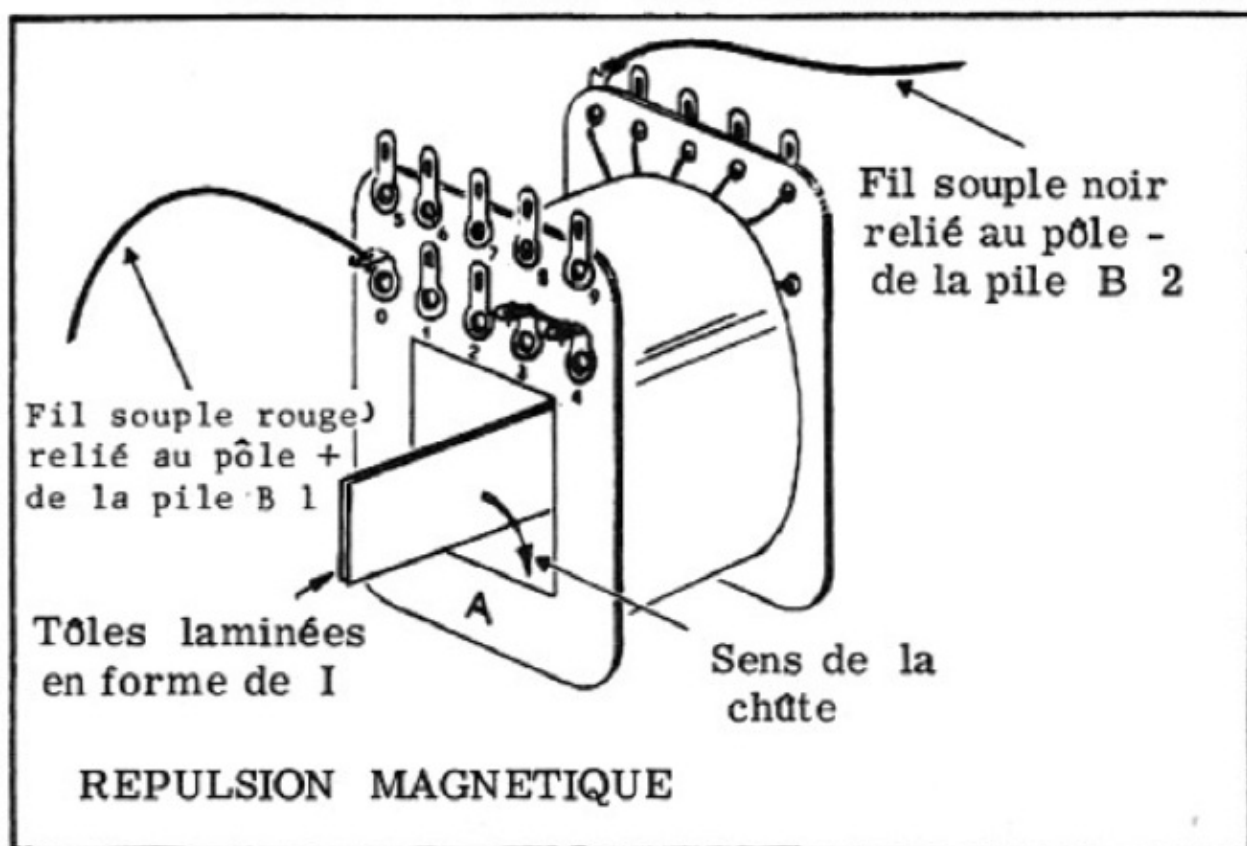

Figure 7
a) Introduisez deux tôles en forme de I à l'intérieur de la bobine (figure 7) l'une près de l'autre et placées sur une des parois de la fenêtre